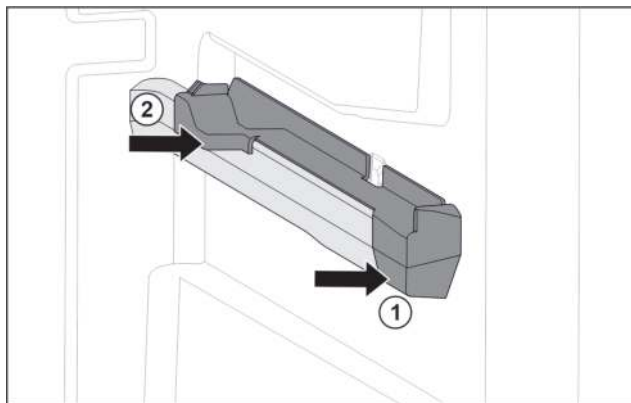

Fig. 119 Aufsteckteil auf der rechten Behälterrippe
- Aufsteckteil vorne an Behälterrippe ansetzen. Fig. 119 (1)
- Aufsteckteil hinten andrücken. Fig. 119 (2)